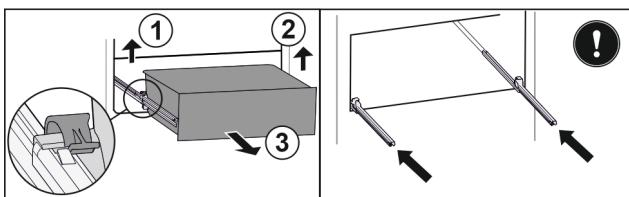

Fig. 86
- ▶ 提起左侧夹子，同时将抽屉左侧向前拉。Fig. 86 (1)
- ▶ 提起右侧夹子，同时将抽屉右侧向前拉。Fig. 86 (2)
- ▶ 朝前取出抽屉。Fig. 86 (3)